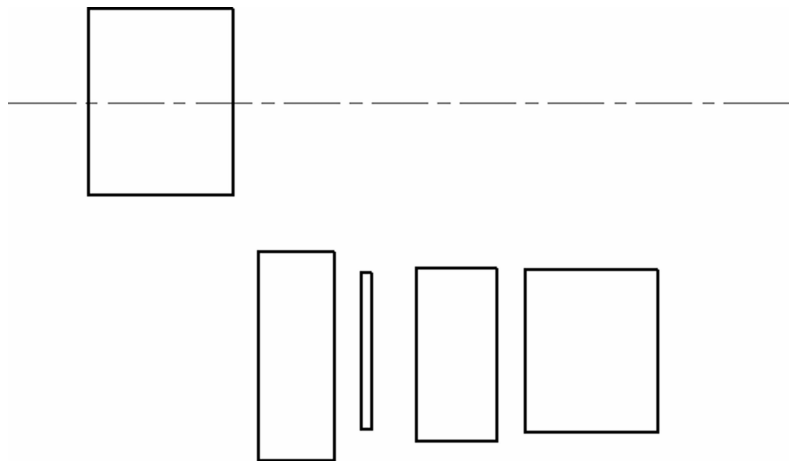

图 2-7 绘制轴线
(3) 绘制轴线, 利用对象捕捉绘制轴线, 结果如图 2-7 所示。